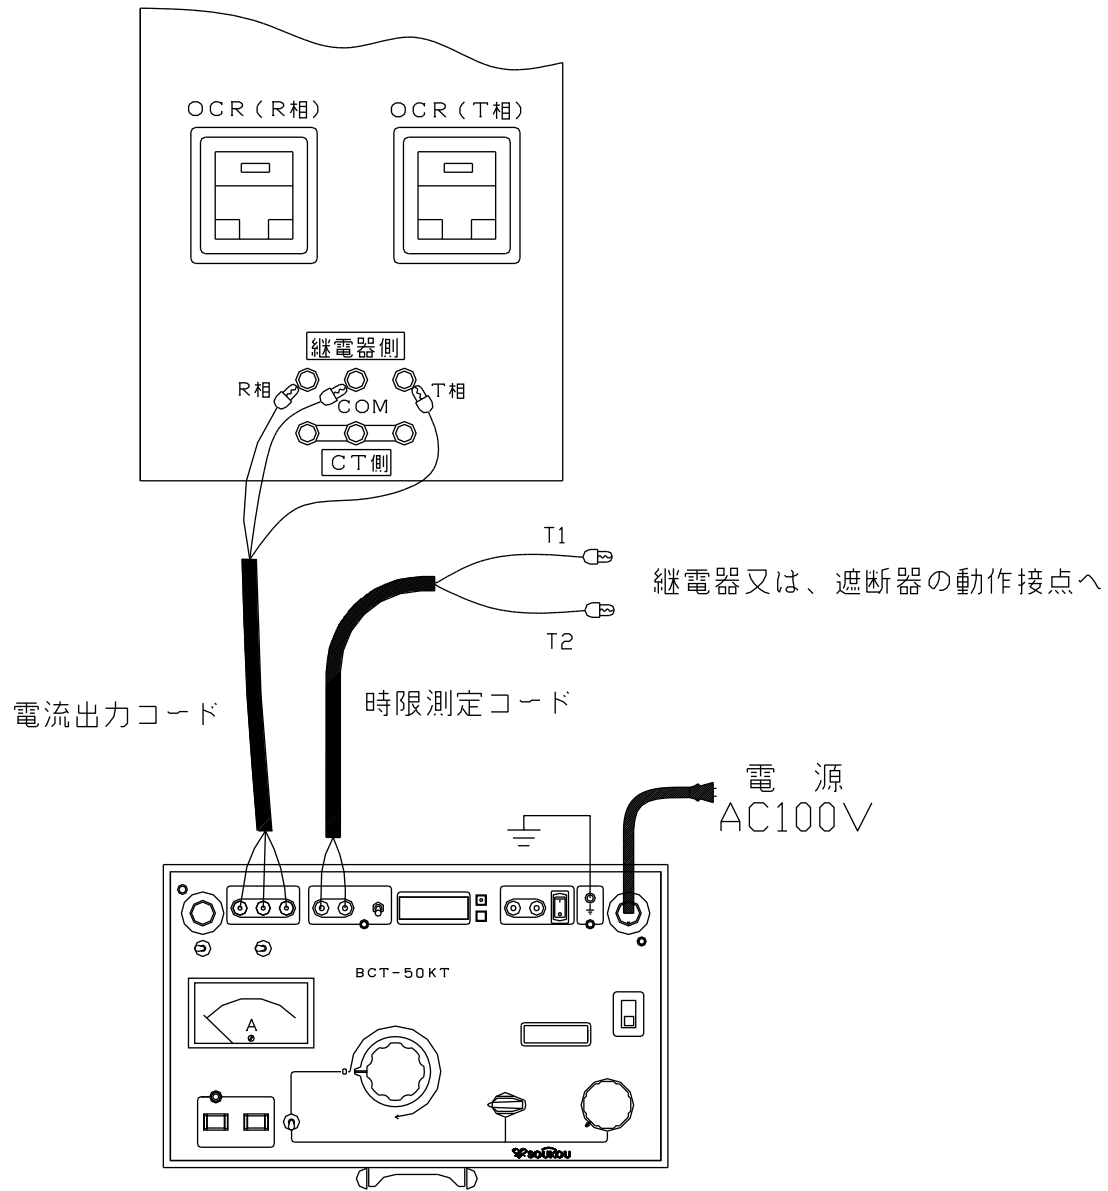

図5：試験回路図（構成）
5. 以上のような点に注意し、試験回路を構成します。(図5,6,7,8,9)